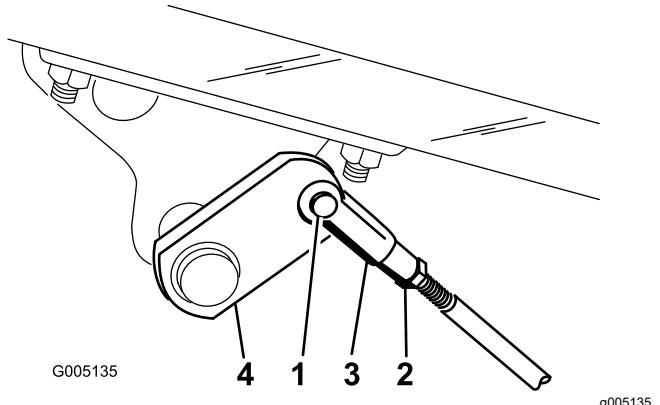

图 50
A. 取下开口销和柱销断开刹车杆 图 50。
- B. 松开锁紧螺母并相应调节 U 形销 图 50。
- C. 将 U 形销装回刹车轴 图 50。